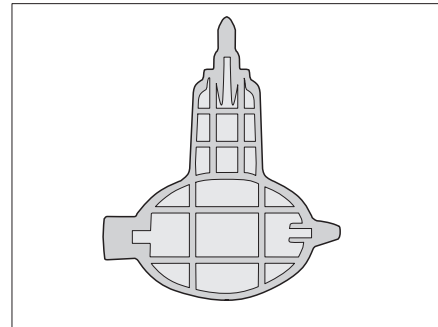

Fig. 374 Clé pour siphon (uniquement Alpa)
- ▷ Le modèle Alpa comprend une clé (Fig. 374) pour détacher le siphon.